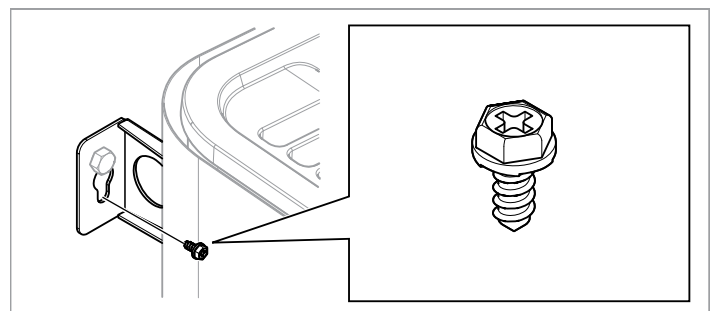

Abb. 11: Sicherungsschraube der Halterung
9. Sichern Sie den Ofen mit der Sicherungsschraube, siehe Abb. 11.